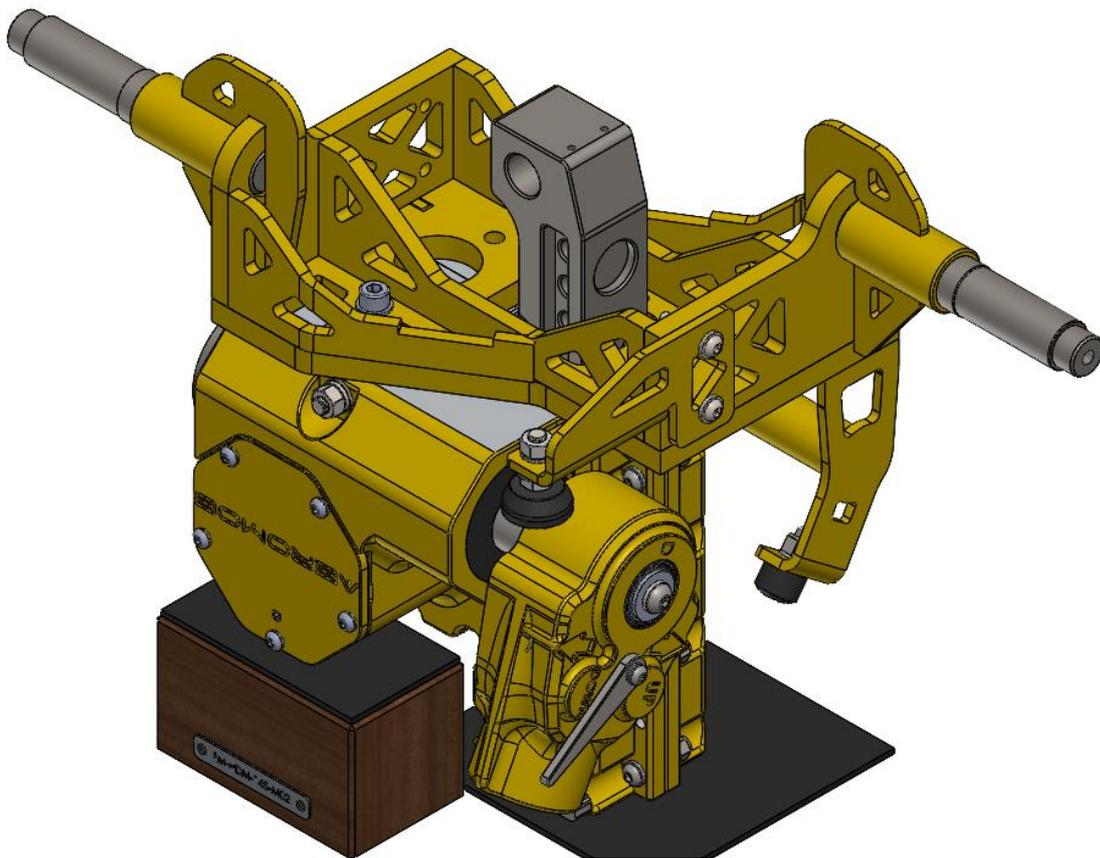

Figura 14
- hh. Com o bloco de cabeça pra baixo, insira o calço FM-HDM-145-M02 para que o bloco não tombe. Encaixe a base montada conforme MM AM-HDM-145-K01/2-2 e coloque o parafuso (1-4/15) com a arruela pertencente a montagem, conforme a *Figura 14*.